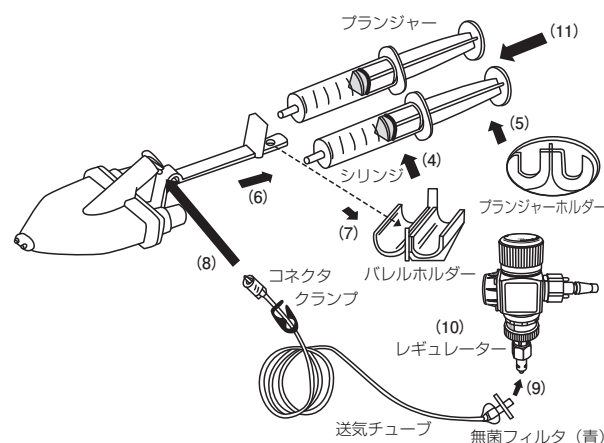

図2
3. 以下、図2の通り。図中の番号は以下の4～11項の番号に対応する。